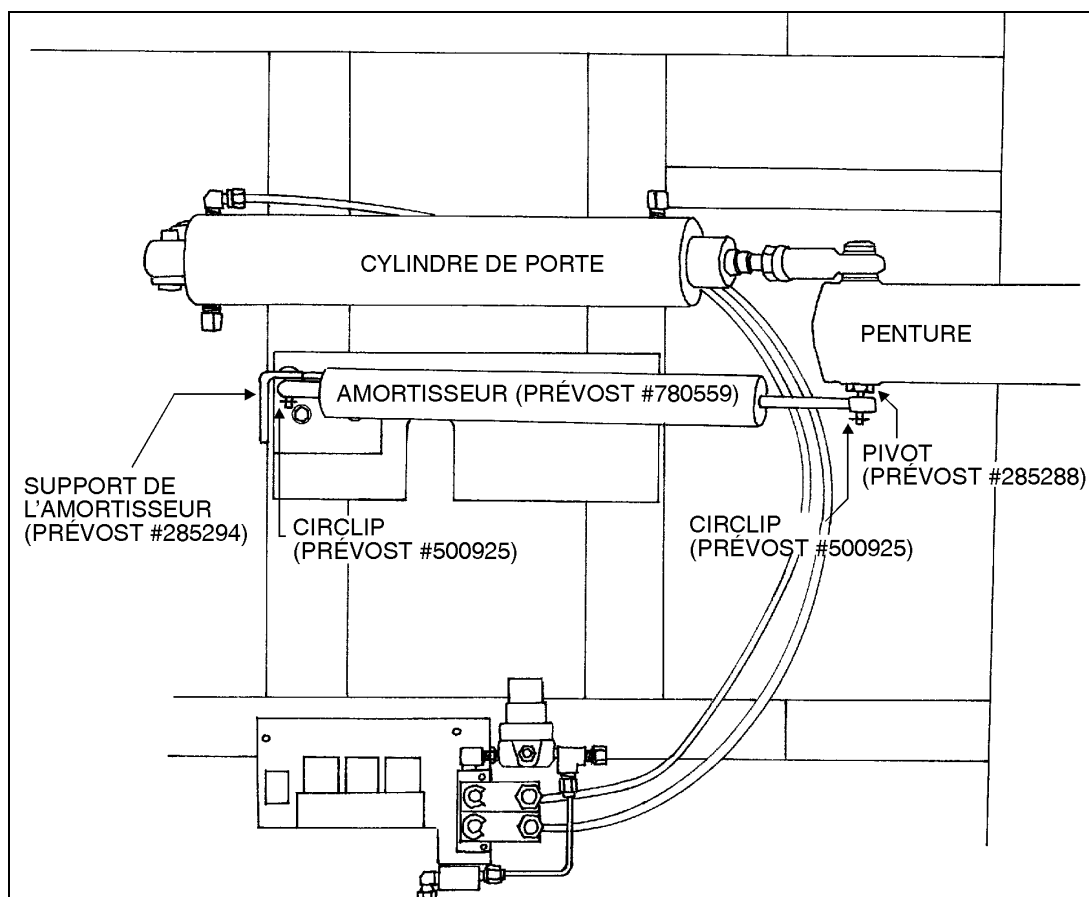

FIGURE 3
12. Visser le pivot (Prévost #285288) dans la penture de porte supérieure (Fig. 3).
13. Lubrifier les deux pivots (support et penture) puis installer l'amortisseur (Prévost #780559) sur ces deux pivots (Fig. 3). Mettre un circlip (Prévost #500925) à chaque extrémité de l'amortisseur.